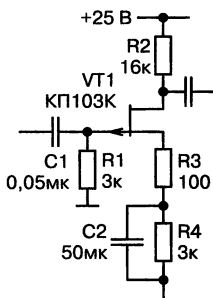

Рис. 2.13. Нет ли тут «лишнего» элемента?
**РАДИОЛЮБИТЕЛЬ:** В радиолюбительской книжке я увидел схему рис. 2.13. Вот вам и пример использования резистора R3 для линеаризации характеристик путем создания обратной связи!